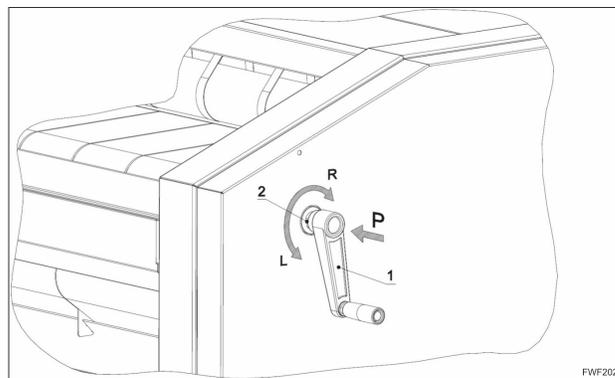

Figura 21
- La manivela, *Figura 21*, es un dispositivo mecánico destinado al control manual de la máquina.